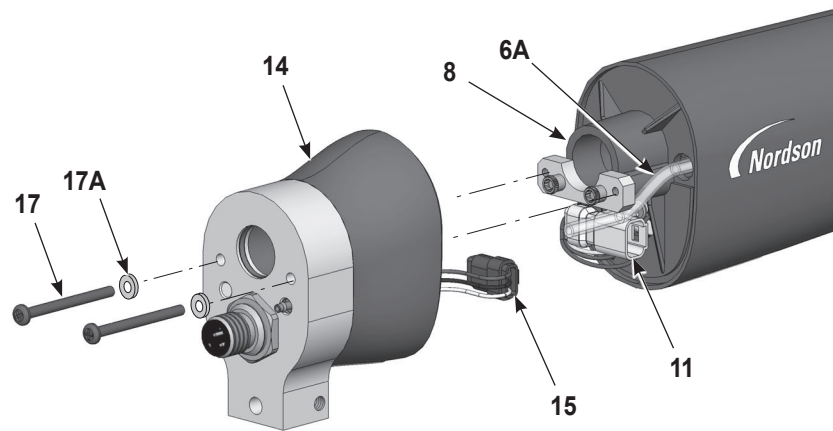
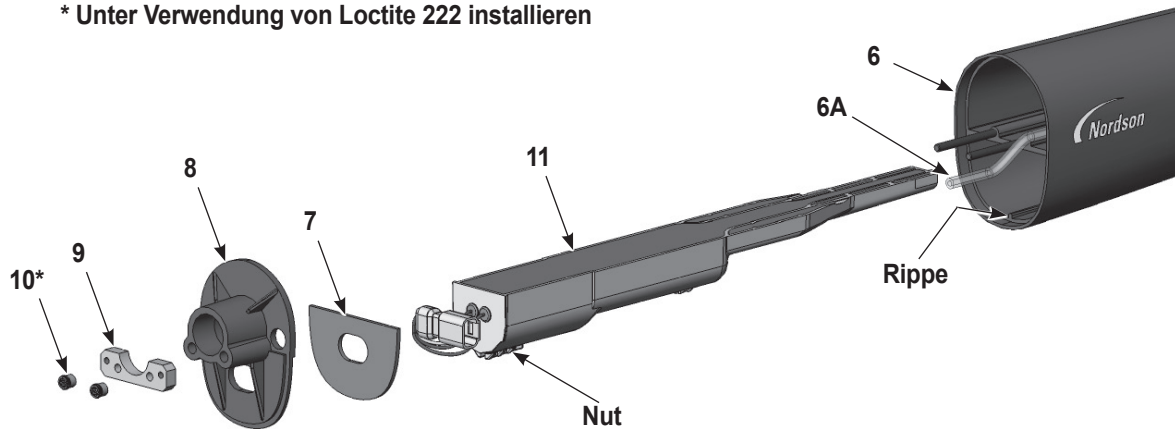

Abbildung 22 Applikator für Stangenmontage zerlegen, 1 von 3
Abbildung 23 Applikator für Stangenmontage zerlegen, 2 von 3
4. Siehe Abbildung 23. Mit einem 1/8-Zoll-Innensechskantschlüssel die beiden Innensechskantmutter (10) abschrauben und anschließend die Schraubplatte (9) vom Schott (8) trennen. Anschließend das Schott vom Applikatorgehäuse (6) entfernen und dabei den Kabelstrang des Netzteils durch das Schott führen.
5. Das Netzteil (11) aus dem Applikatorgehäuse schieben.
7. Die Dichtung (7) ist mit Haftklebstoff am Schott befestigt. Wenn die Dichtung beschädigt ist, durch eine neue ersetzen.
1. Siehe Abbildung 23. Das Netzteil (11) in das Applikatorgehäuse (6) installieren. Dabei sicherstellen, dass die Rippe am Applikatorgehäuse in der Nut am Netzteil sitzt. Das Netzteil fest in das Applikatorgehäuse einsetzen.
2. Den Kabelstrang des Netzteils durch das Schott führen, dann das Schott (8) und die Schraubplatte (9) auf den Stehbolzen des Applikatorgehäuses installieren. Loctite 222 auf die Innensechskantmutter (10) auftragen, dann die Mutter auf die Stehbolzen schrauben und mit einem 1/8-Zoll-Innensechskantschlüssel mit 0,45 N•m (64 inch-ounces) festziehen.
3. Siehe Abbildung 22. Den Buchsenkabelstrang (15) an den Kabelstrang des Netzteils (11) anschließen. Die Kabelstecker (11, 15) in die hintere Gehäusebaugruppe in die abgebildeten Positionen schieben.
4. Den transparenten Filterschlauch (6A) am Schlauchsteckanschluss in der hinteren Gehäusebaugruppe (14) anschließen. Übrigen transparenten Luftschlauch in das Applikatorgehäuse führen, dann die hintere Gehäusebaugruppe mit den Schrauben (17) und Sicherungsringen (17A) am Schott installieren.